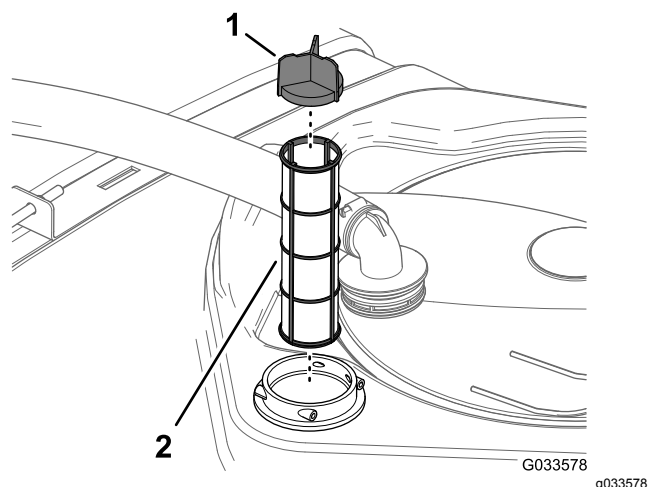

Рисунок 78
4. Извлеките фильтр линии всасывания из его корпуса в баке (Рисунок 78).